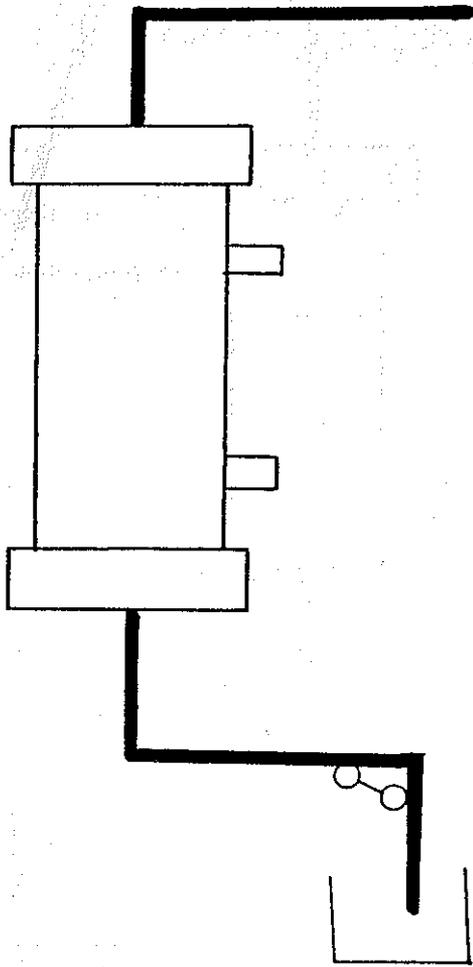

Fig. 2
- 3.2. Lavado simple manual con hipoclorito (fig. 2)